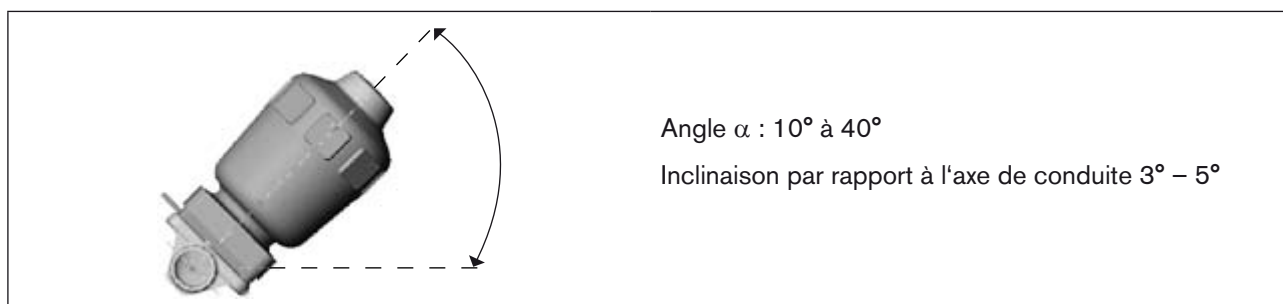

Figure 11 : Montage pour permettre au boîtier de se vider automatiquement
- Montez le boîtier avec un angle d'inclinaison  $\alpha = 10^\circ$  à  $40^\circ$  par rapport à l'horizontale (voir *Figure 11 : Montage pour permettre au boîtier de se vider automatiquement*).